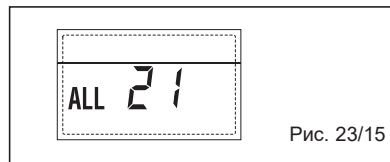

Рис. 23/15
– ВМЕШАТЕЛЬСТВО ПРЕДОХРАНИТ. ТЕРМОСТАТА ВО ВТОРОЙ СМЕШАННОЙ ЗОНЕ “ALL 22” (Рис. 23/16)